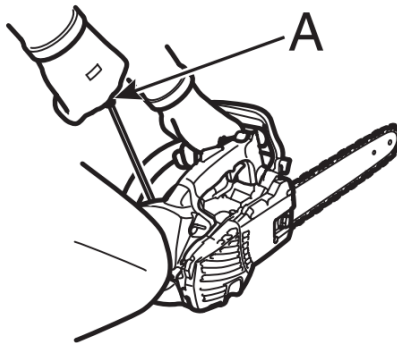

Рисунок 7. Схема запуску двигуна.
7. Тримуючи передне руків'я лівою рукою, притиснути виріб коліном зверху корпусу (рис. 7).
9. Правою рукою привести у дію стартер двигуна: спочатку обережно потягнути на себе руків'я стартера (А, рис. 7), доки не відчується опір. Відчувши опір, повернути руків'я стартера у початкове положення, а потім енергійно потягнути його на себе.